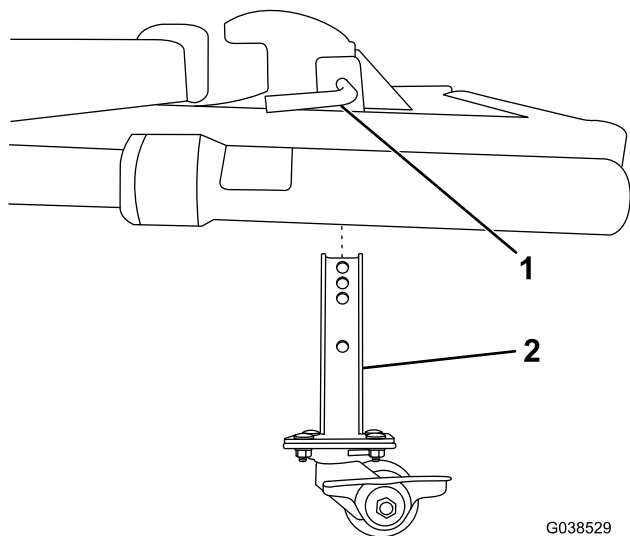

Figure 3
- Retirez la béquille existante et remplacez-la par le sabot de roulette de béquille (Figure 3).
6. Élevez complètement le sabot de la roulette de la béquille et bloquez-le en place avec la goupille à ressort existante (Figure 3).